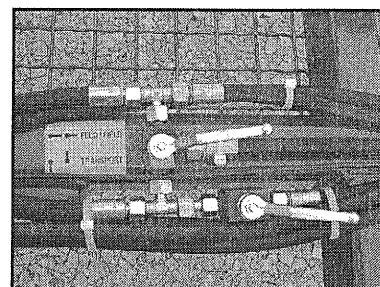

Fig.14: Position des robinets multi-voies
TRANSPORT / CHAMP (voir fig. 14).
4. Inverser la position des leviers des robinets multi-voies **TRANSPORT / CHAMP** (voir fig. 14).